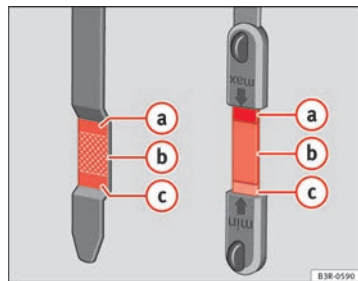

Abb. 166 Markierung am Ölmesstab
- Den Messstab anschließend wieder herausziehen und den Ölstand ablesen ⇒ Abb. 166. Füllen Sie gegebenenfalls Motoröl nach ⇒ Seite 235.